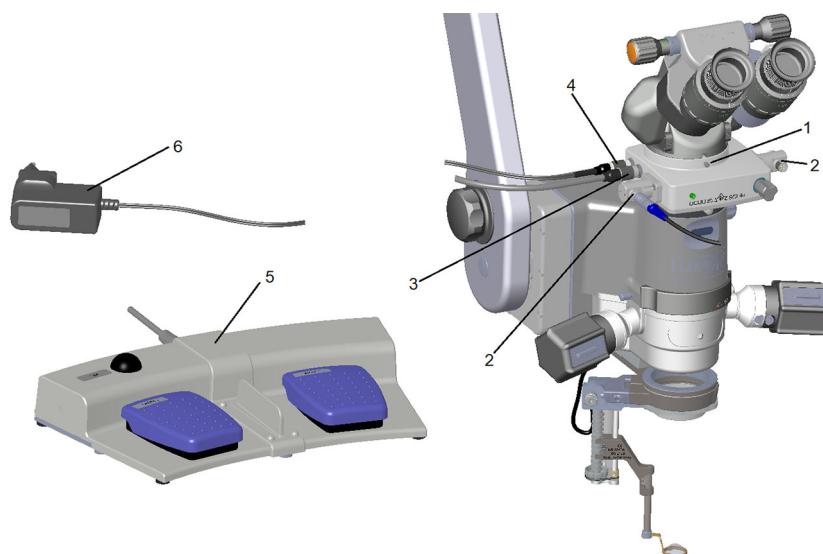

Fig. 42 : Exemplu: SDI® 4c la microscop
- ➔ Procedați în același mod la montarea divizorului de fascicul, a tubului binocular și a altor componente ale microscopului: Strângeți, de asemenea, cu atenție știftul filetat al SDI® 4 (→ Fig. 42 (pagina 21), Nr. 2) cu șurubelnița hexagonală furnizată și verificați apoi fixarea.
- După ce ați introdus ștecherile în mufele de conectare (→ Fig. 42 (pagina 21), Nr. 3 și 4), fixați ștecherile prin rotirea îmbinării cu șurub (manșon moletat).